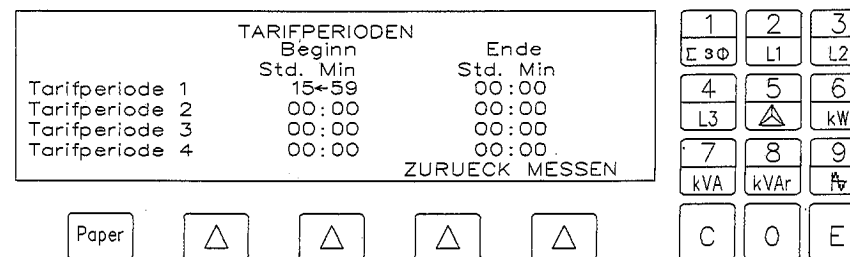

Abb. 3.30
- Im Optionsmenü [1] für Tarifperioden drücken; es erscheint die Seite wie in Abb. 3.30.